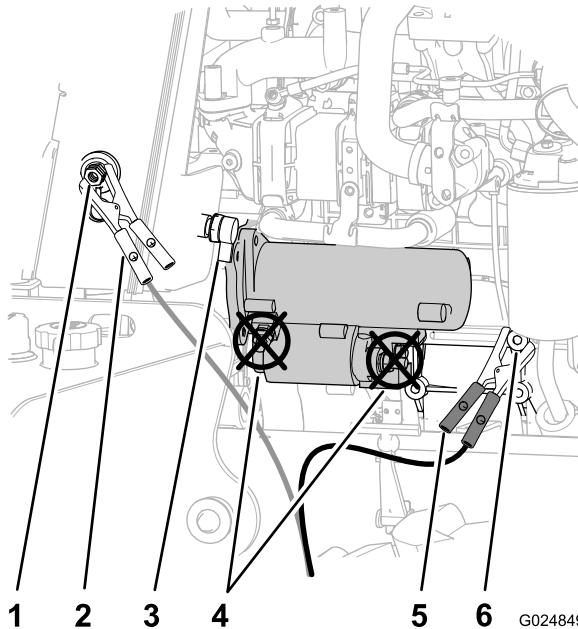

Figura 78
4. Retire la tapa del borne auxiliar (Figura 78).
5. Conecte el cable positivo (+) al borne auxiliar (Figura 78).
6. Conecte el cable negativo (-) a tierra, por ejemplo, a la tuerca del punto de pivotaje del alternador (Figura 78).